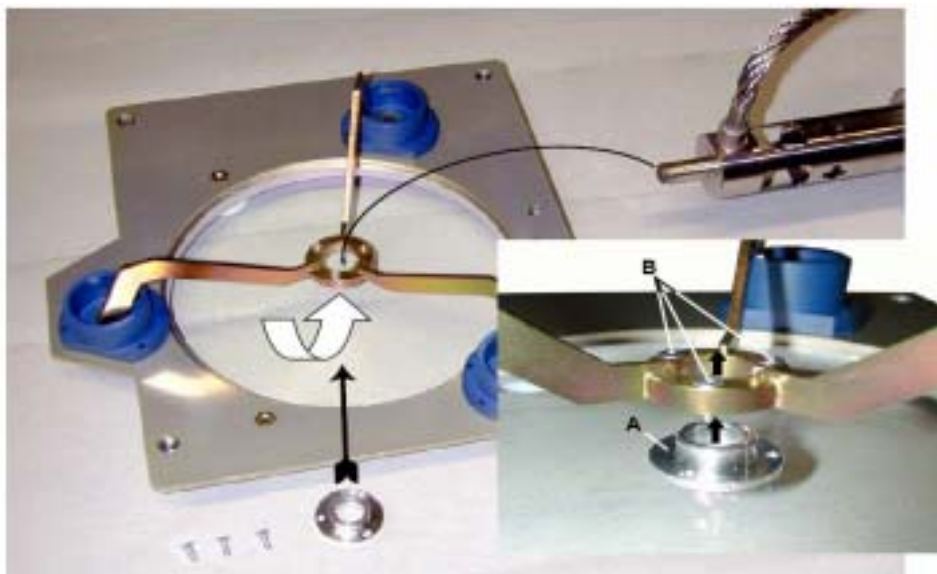

图 7-29 安装阳极适配器环
1. 将阳极适配器（A）从红外滤光器一侧放进阳极悬挂。（图7-29）